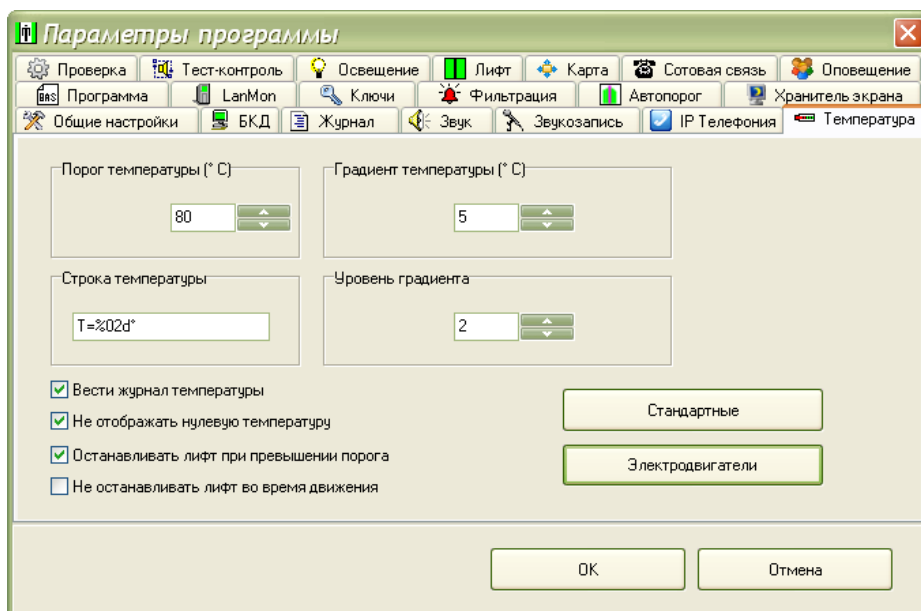

Рисунок 11
11) Если в списке отсутствует требуемый тип электродвигателя, то следует ввести в программу данные по новому двигателю. Открыть окно «Параметры программы» и выбрать вкладку «Температура» (рисунок 11).
Установить типовые параметры защиты двигателя от перегрева нажатием на кнопку «Стандартные» (рисунок 11). Установить требуемые «галочки» напротив названий режимов работы устройства защиты.